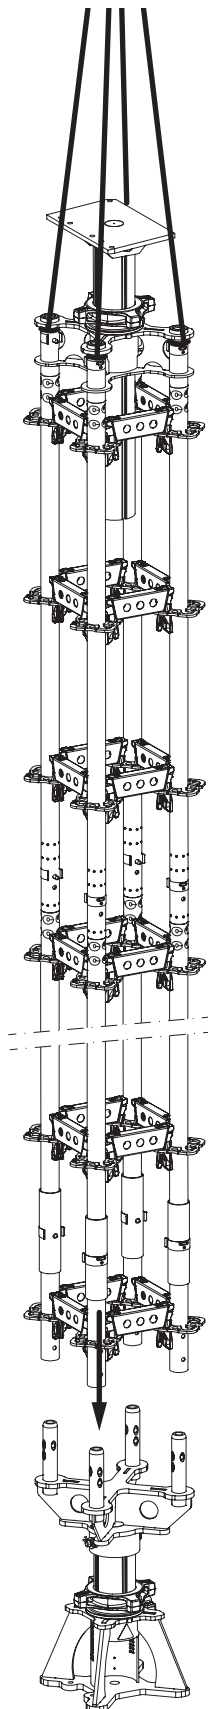

Fig. A2.05
2. Posizionare il set di montanti con i montanti di base sul raccordo UJC (2) e farlo scendere. (Fig. A2.05)